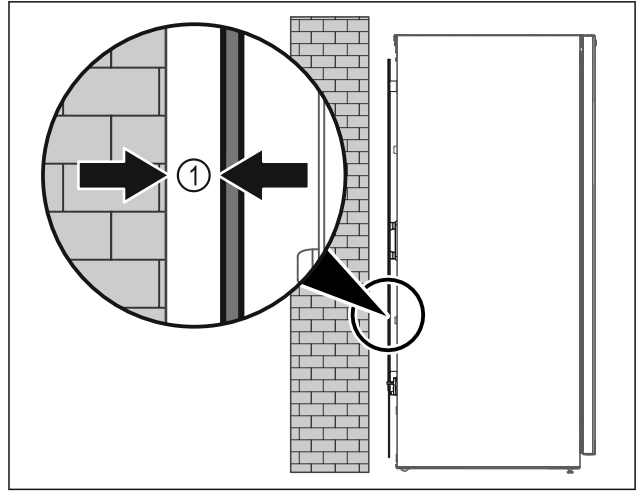

Fig. 7
- ▶ Τοποθετήστε τη συσκευή είτε ελεύθερη στον χώρο είτε απευθείας σε έναν τοίχο σε ελάχιστη απόσταση 5 mm Fig. 7 (1).